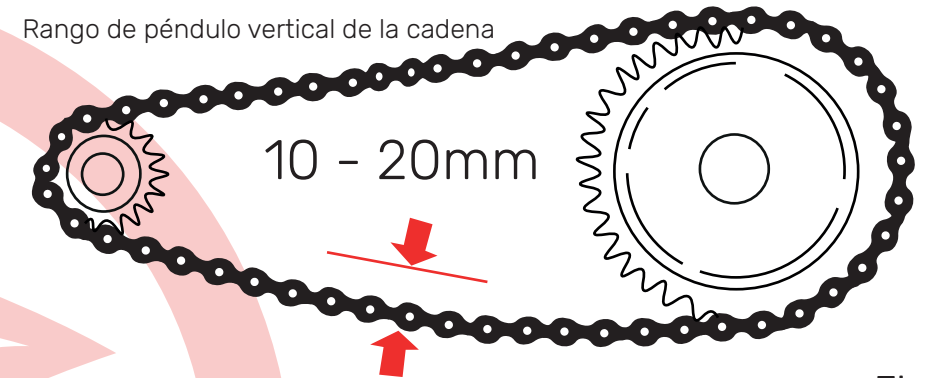

Fig. 1
2. Ajuste verticalmente la cadena entre los dos piñones debe estar dentro de 10-20mm (Fig.1).
3. Para ajustar gire la tuerca de ajuste, ① con una llave allen después de la inspección, apriete la tuerca del eje del piñon y la tuerca del eje del vehpiculo (el par de torsión de la tuerca del eje del vehículo (el par de torsión de la tuerca del eje del vehículo: 80-100 N.m.).